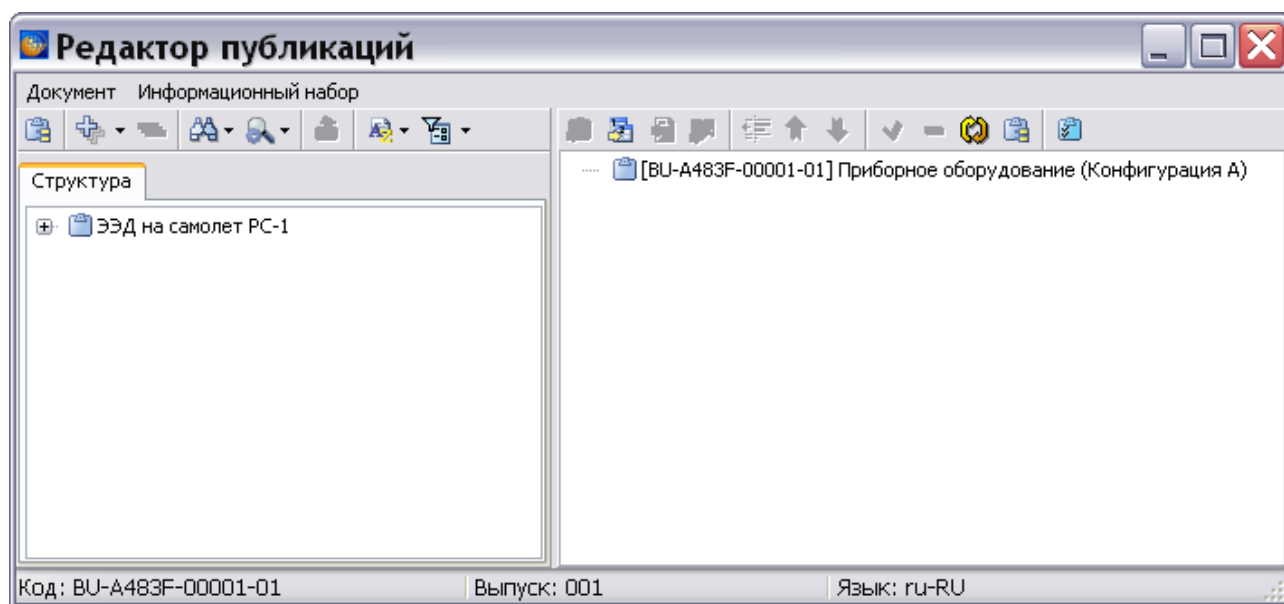

Рис. 18.18
2. Нажмите на кнопку **Редактировать публикацию** . После этого появится окно **Редактор публикаций** (Рис. 18.18).